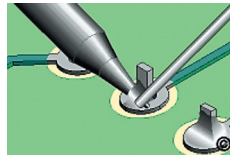

Рис. 5. Небольшое количество припоя подается на жало паяльника так, чтобы образовался мостик припоя между КП и выводом
- Подайте небольшое количество припоя на жало паяльника так, чтобы образовался мостик припоя между КП и выводом (рис. 5).